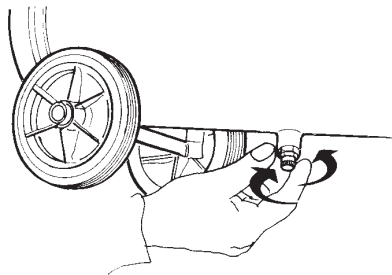

fig. 4
- controllare che il rubinetto di scarico condensa (*fig. 4*) posto sotto il serbatoio sia chiuso;
- Togliere il tappo scarico condensa con pressione all'interno del serbatoio (fig. 4).
Prima di effettuare qualunque tipo di intervento sul compressore, togliere la spina dalla presa di corrente e scaricare la pressione del serbatoio d'aria mediante il rubinetto scarico condensa (fig. 4), svitare con cautela per far uscire l'aria lentamente, in quanto potrebbero esserci dei residui metallici all'interno del serbatoio. La manutenzione appropriata e regolare del vostro compressore è la premessa per il suo buon funzionamento ed una garanzia di lunga durata.
Scarico condensa (fig. 4)
- scaricare tutta l'aria dal serbatoio (fig. 4);